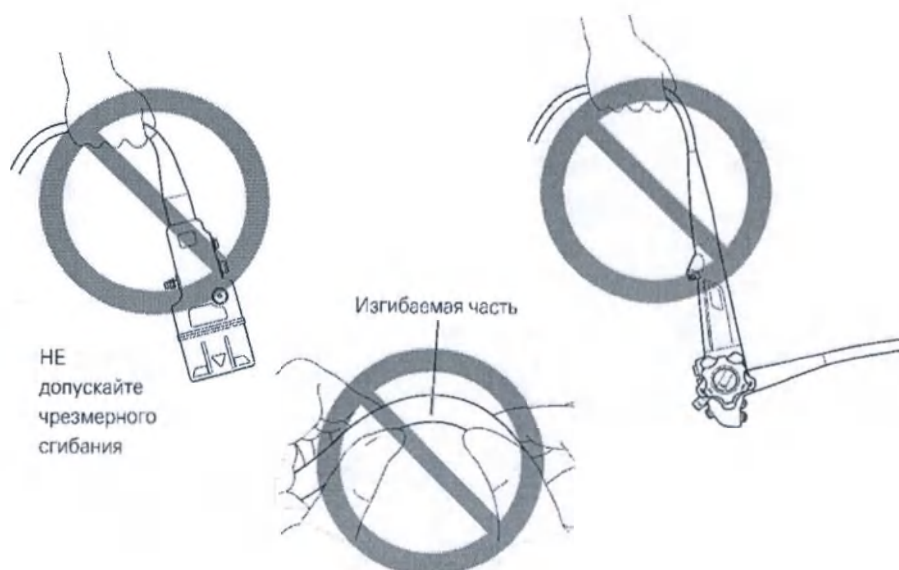

Рис. 7.4
- При транспортировке эндоскопа **НЕЛЬЗЯ** брать и нести его только за соединительный шнур или вводимую часть. Кроме того, **НЕ** сжимайте и не сгибайте чрезмерно изгибаемую часть (см. Рис. 7.4). Это может привести к повреждению эндоскопа.